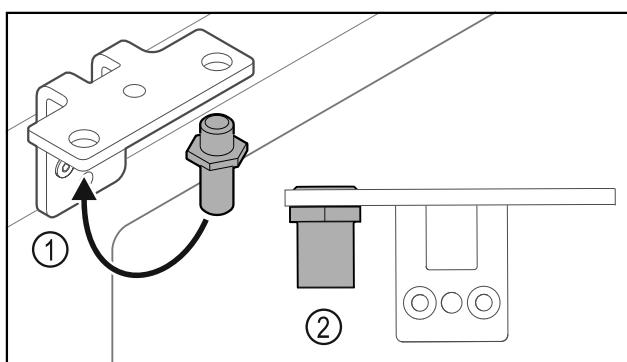

Fig. 37
- Prestavite sornik v kotniku tečajev vrat Fig. 37 (1).
- Sornike Fig. 37 (2) zategnite z **zateznim momentom 12 Nm**.